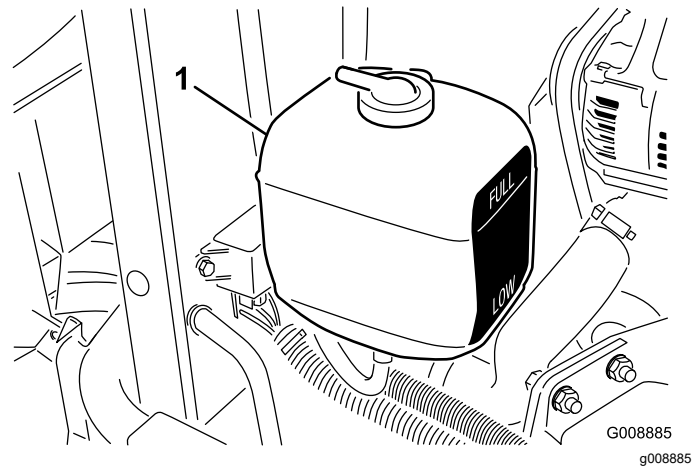

Bild 28
1. Prüfen Sie den Kühlmittelstand im Ausdehnungstank (**Bild 28**). Bei einem kalten Motor muss der Füllstand ungefähr auf halber Höhe zwischen den beiden Markierungen stehen.